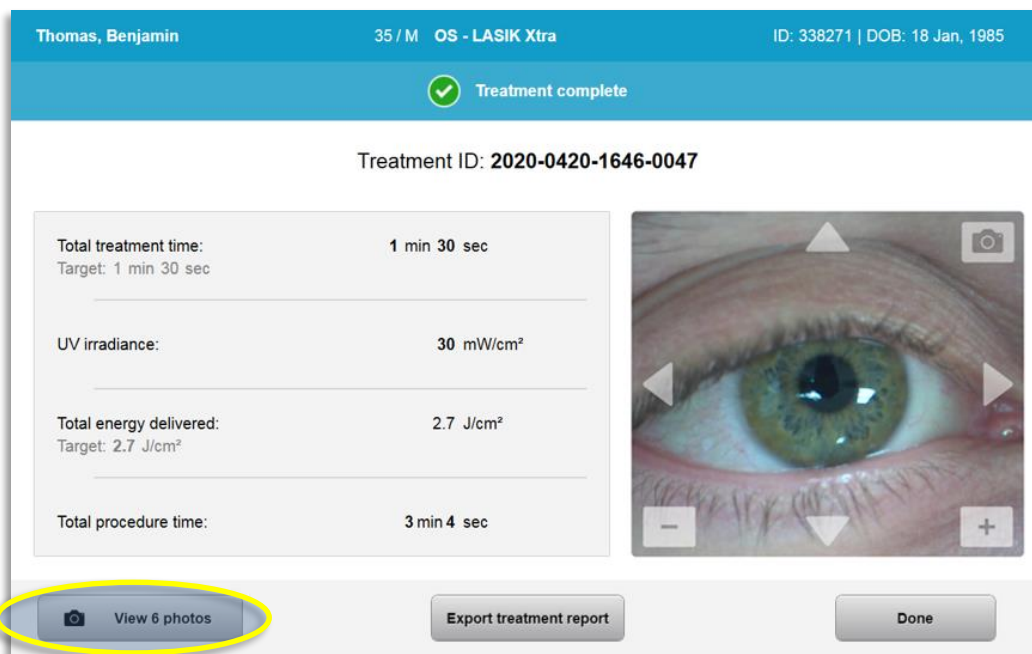

Figura 3-32. Pantalla Tratamiento finalizado (Treatment complete)
- Al finalizar el tratamiento, aparecerá un resumen de los parámetros de tratamiento, y la pantalla mostrará "Tratamiento completo" (Treatment complete), tal como se muestra en la figura 3-32.
- Seleccione "Ver fotos" (View Photos) para acceder a la galería de fotos, tal como se muestra en la figura 3-32.